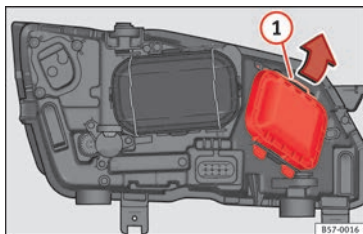

Fig. 104 No compartimento do motor: retirar a tampa.
2. Desloque o tirante » **Fig. 104** ① no sentido da seta e puxe a tampa.